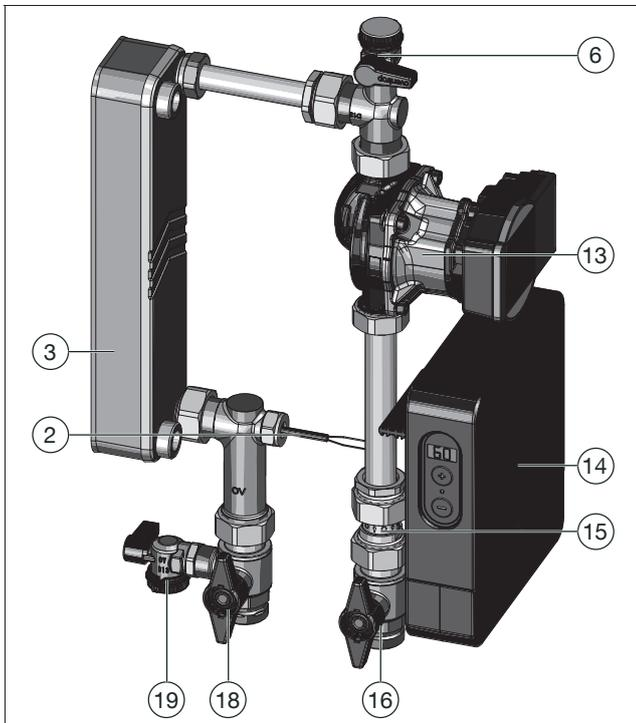

Fig. 20: Llenado y purgado del circuito del acumulador
1. Abra la válvula de bola de corte de la ida del circuito del acumulador lentamente (ver pos. (18) en Fig. 20 y en Fig. 1 en página 10).
2. Desenrosque el tapón de la válvula de bola de llenado y vaciado del circuito de retorno del acumulador (ver posición 6 en Fig. 20 y en Fig. 1 en página 10).
7. Abra lentamente la válvula de bola de corte del circuito de retorno del acumulador (ver posición (16) en Fig. 20 y en Fig. 1 en página 10).